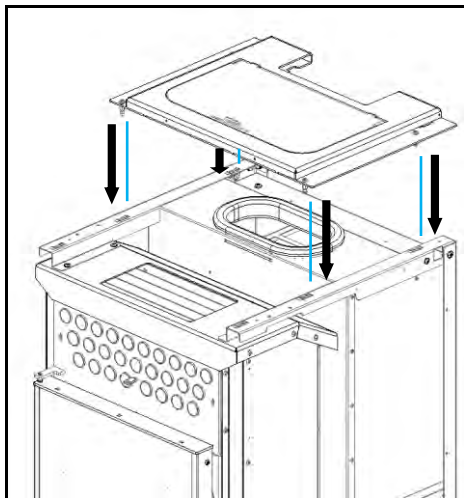

Figura 83 – Colocação do tampo superior
a) Colocar o tampo superior como demonstra a Figura 83. Para garantir que o tampo fica devidamente colocado, este contém quatro pinos na parte inferior que devem encaixar nas molas que se encontram na estrutura.